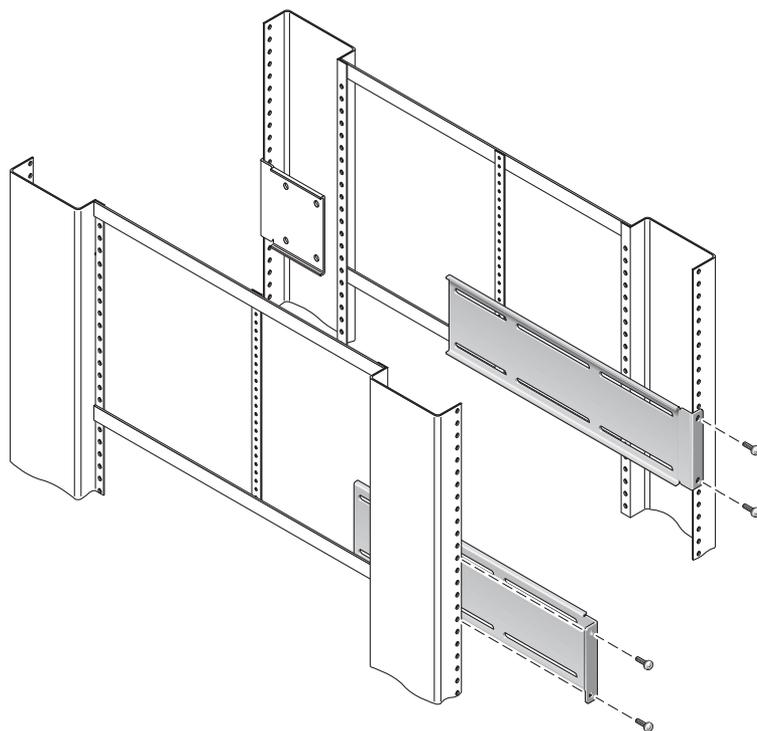

図 3-11 ラック背面への長い固定部品の固定
8. 長い固定部品をそれぞれラック背面の取り付け位置に合わせて、ラック背面の支柱に取り付けます (図 3-11 を参照)。
7. 図 3-11 に示すように、拡張部品およびスライド部品をラックに固定します。